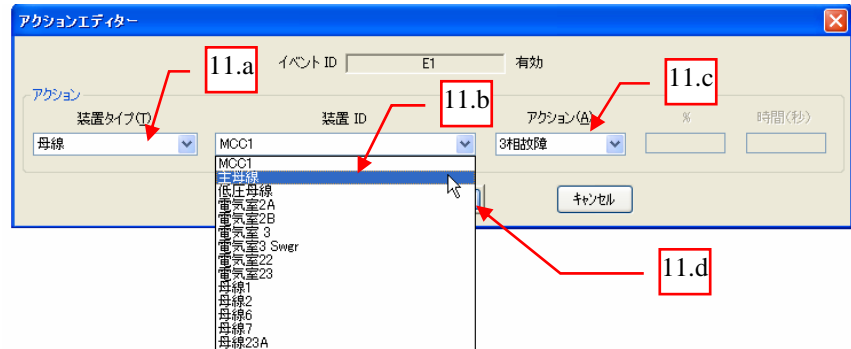

図 7
11. 2 ページの説明に基づいて “アクションエディター” ダイアログボックスに以下の通り入力します。 図 7 参照